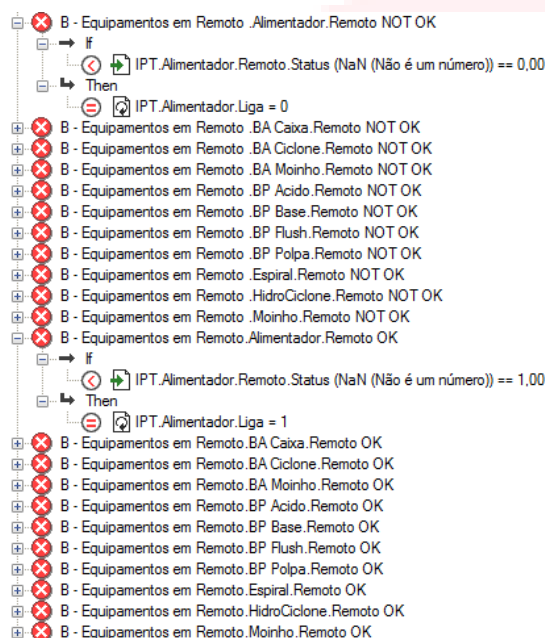

Figura 37 - Estratégia – Equipamentos em remoto
**Equipamentos em Remoto:** A seguinte estratégia criada e demonstrada pela figura 37 tem como objetivo indicar para o sistema o status do equipamento, atribuindo um valor para uma TAG interna para, posteriormente ser atribuída à uma assertiva.